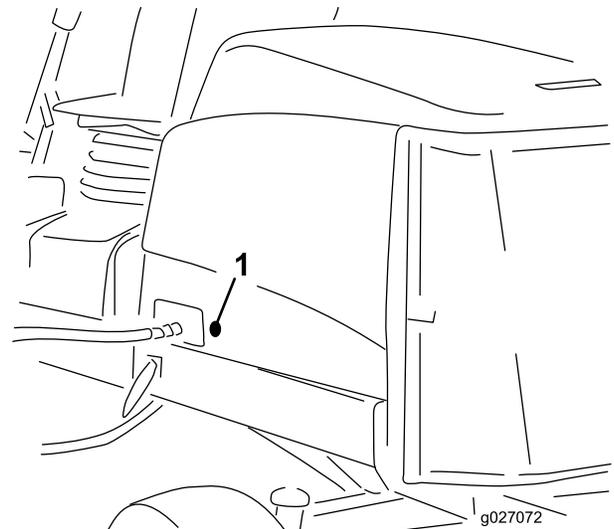

Figura 35
2. Togliete l'anello passacavi in gomma dal foro nel lato sinistro del cofano (Figura 35).